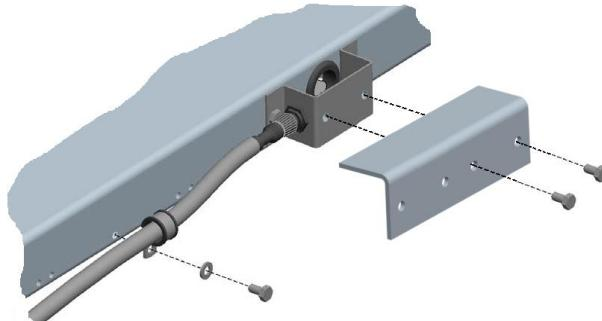

Рисунок 5.2 – Модуль взвешивающий 4D-PM_. Фиксация кабеля и установка кронштейна
- 5.3.7 Закрепите кабель для подключения терминала к модулю с помощью хомута, плотно затянув винт M6x10 (см. рис. 5.2).
- 5.3.8 Привинтите кронштейн к защитной скобе винтом M6x10 (2 шт.) для защиты разъема от механических ударов (см. рис. 5.2).